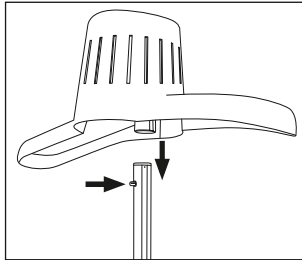

Abb. 1: Kleiderbügel **1** anbringen
- Um die Teleskopstange ❹ bei Bedarf wieder zu entnehmen, drücken Sie die Entriegelungstaste  ❼ und ziehen Sie die Teleskopstange ❹ heraus.
- ◆ Stellen Sie die Höhe der Teleskopstange ❹ ein. Öffnen Sie dazu den Verriegelungsclip ❸, ziehen Sie die Teleskopstange ❹ bis zur gewünschten Höhe heraus und stellen Sie den Verriegelungsclip ❸ wieder fest. Ziehen Sie die Teleskopstange ❹ mindestens so weit heraus, dass der Kleiderbügel ❶ aufgesteckt werden kann.
- ◆ Stecken Sie den Kleiderbügel **1** so auf die Teleskopstange **4** auf, dass die gewölbten Bügelarme zur Gerätevorderseite zeigen. Drücken Sie die Arretierung **2** nach innen und schieben Sie den Kleiderbügel **1** so weit darüber, bis die Arretierung **2** einrastet (Abb. 1).